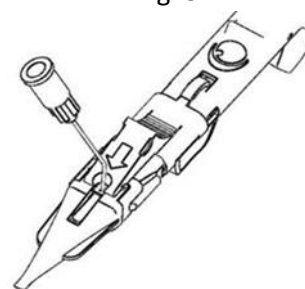

Fig. 6
8. Führen Sie die Kanüle (min. 23G) einer mit viskoelastischem Material gefüllten Spritze in die kleine Öffnung vor dem Stopper ein. Injizieren Sie das viskoelastische Material durch die Öffnung (siehe Abb. 6). Es sollte ausreichen, die Kartuschenspitze zur Hälfte zu befüllen.